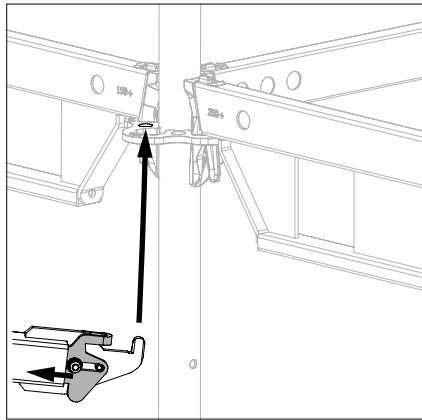

Abb. A4.01c
- 2. Schieber (20.2) zurückschieben und Horizontaldiagonale mit Haken in die Diagonalaufnahme der diagonal gegenüberliegenden Rosette von unten einstecken. (Abb. A4.01c)